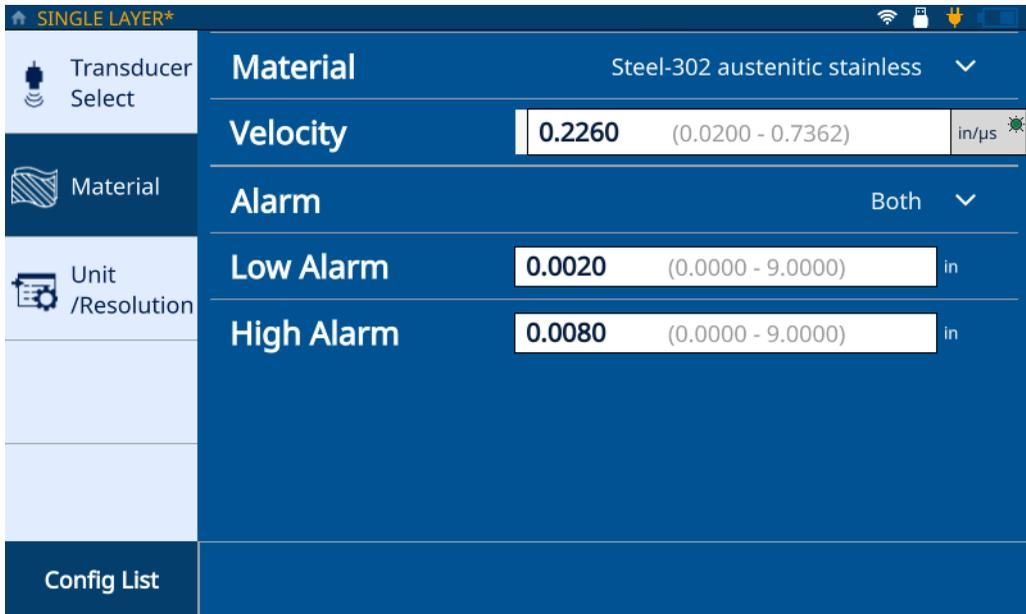

Abbildung 2-3 Single Layer Material Registerkarte
8. Wählen Sie die **Material** Registerkarte (siehe Abbildung 2-3 auf Seite 17) und wählen Sie dann Ihr Material aus der Dropdown-Liste aus. Das Messgerät aktualisiert die Geschwindigkeit automatisch basierend auf dem ausgewählten Material.